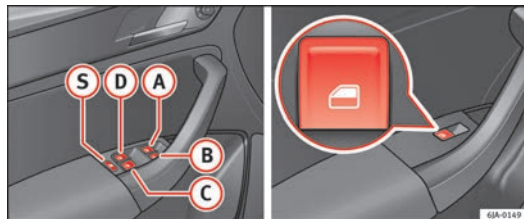

Abb. 53 Bedienelemente in der Fahrertür / in den hinteren Türen
- Wenn Kinder auf dem Rücksitz mitfahren, empfehlen wir aus Sicherheitsgründen, mithilfe der Sicherheitstaste **S** ⇒ Abb. 53 die Bedientaste der hinteren Fenster zu sperren.
Durch Drücken der Sicherheitstaste **S** ⇒ Abb. 53 können Sie die Bedienelemente in den hinteren Türen deaktivieren. Durch erneutes Drücken der Sicherheitstaste **S** werden die Bedienelemente in den hinteren Türen wieder aktiviert.